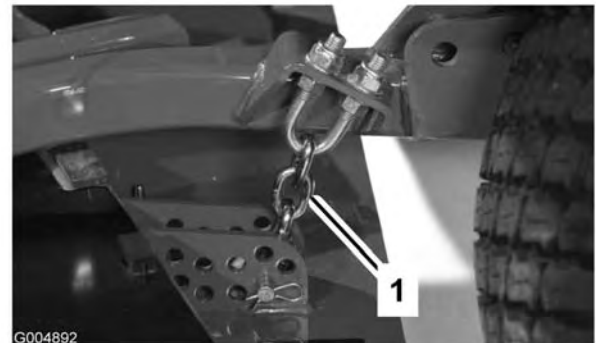

Figura 81
3. Retire el pasador de horquilla y el pasador que fijan las cadenas de ajuste de la altura de corte a la parte trasera de la unidad de corte (Figura 81).